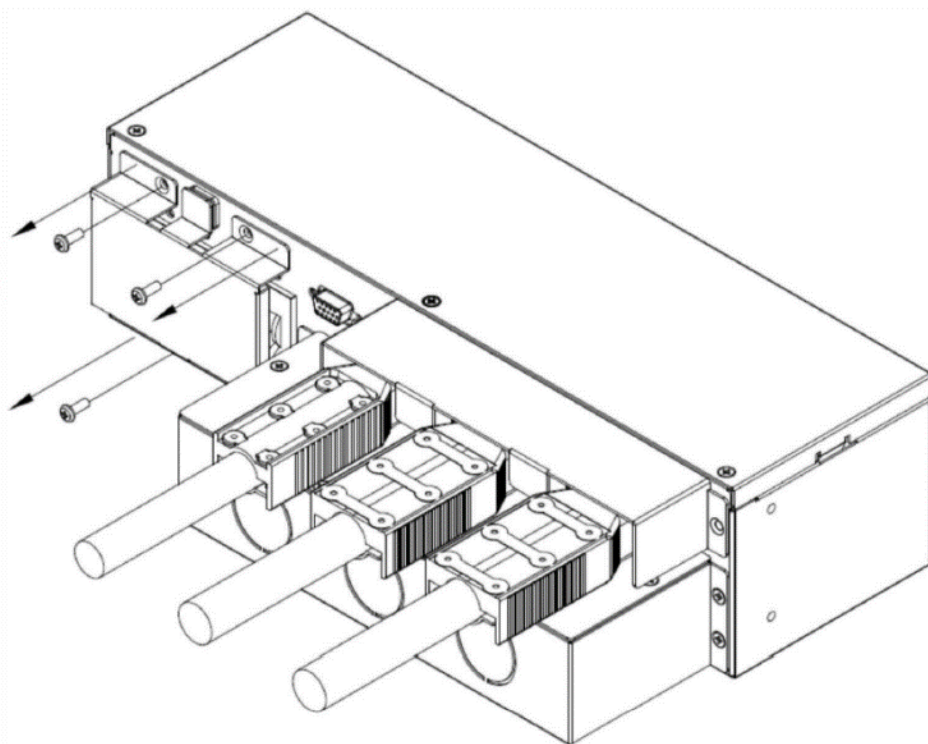

Рисунок 8-1. Открутите 3 винта от БСБ
2. Открутите 3 винта, после чего можно будет снять защитный кожух переключателя ручного байпаса. См. **Рисунок 8-1**.